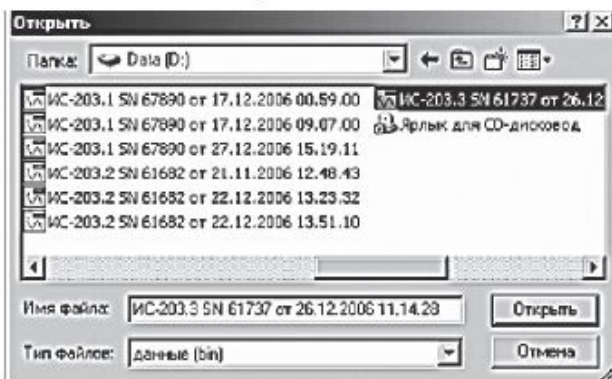
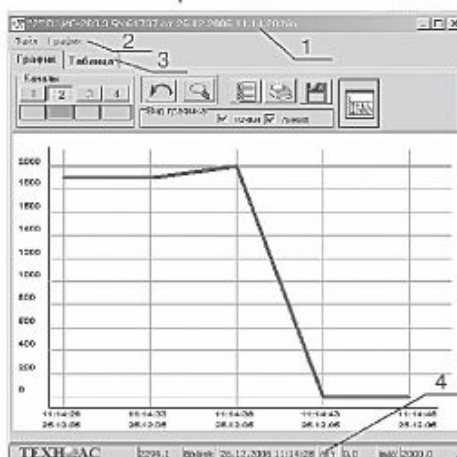

рис. 17
рис. 18
2) В окне располагаются 2 кнопки. Кнопка «Открыть файл», открывает файл с расширением *.bin и строит график на основе данных файла. При ее нажатии открывается диалог (рис.17), где выбирается необходимый файл для просмотра. Нажать на кнопку «Открыть», в результате выводится окно с соответствующим графиком (рис.18).
3) Открыть выделенный файл. На экране появится окно, приведенное на рис.18, где: